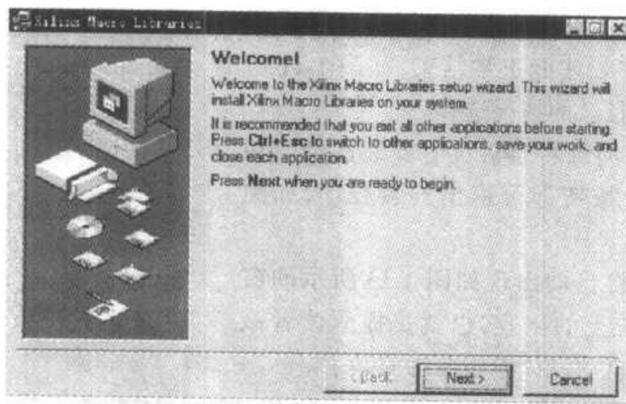

图 1-14 Xilinx Macro Libraries 安装欢迎对话框
(14) 双击 Xilinx Macro Libraries... 图标, 即可进入 Protel 99 库资源的安装过程, 这时会出现如图 1-14 所示的欢迎对话框。